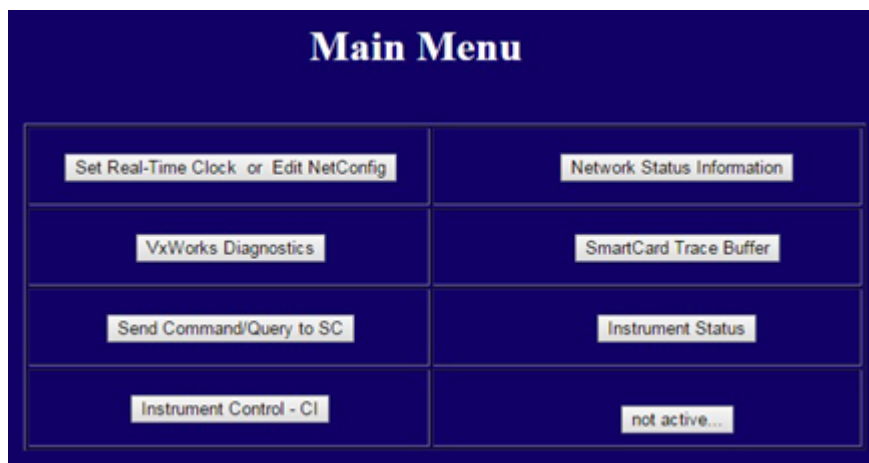

図 21. WUI メインメニュー
- 4 パソコンで Web ブラウザを開き、URL の代わりに、書き取った IP アドレスを入力し、エンターキーを押します。すると、WUI ページが表示されます。(図 21 を参照してください)。